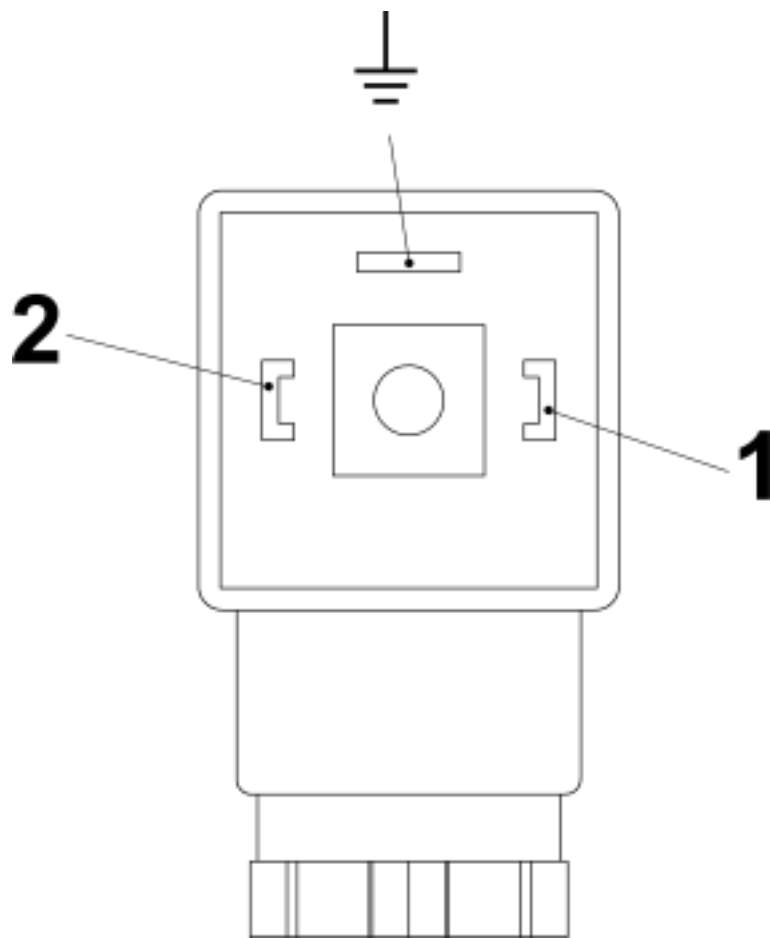
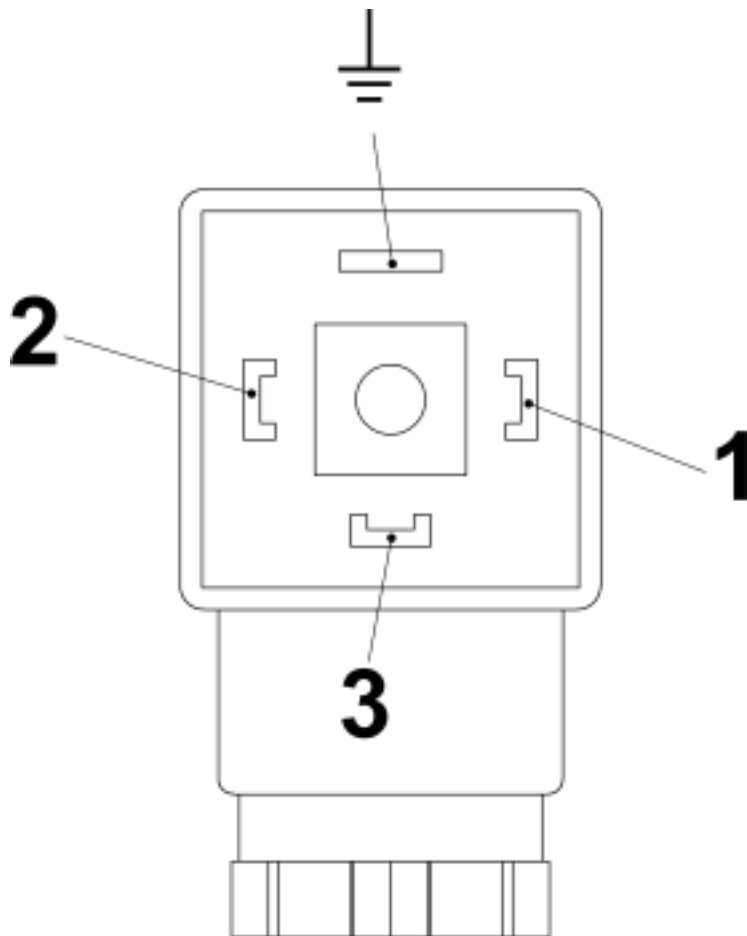

Abb. 31: Pin-Belegung Steckerdose Schließer (Schaltkontakt SG-30 mit Gerätestecker nach EN 175301-803)
Abb. 32: Pin-Belegung Steckerdose Wechsler (Schaltkontakt SG-30 mit Gerätestecker konform nach EN 175301-803)
6. Anschluss gemäß den Anschlussbildern (Abb. 31 und Abb. 32) vornehmen.